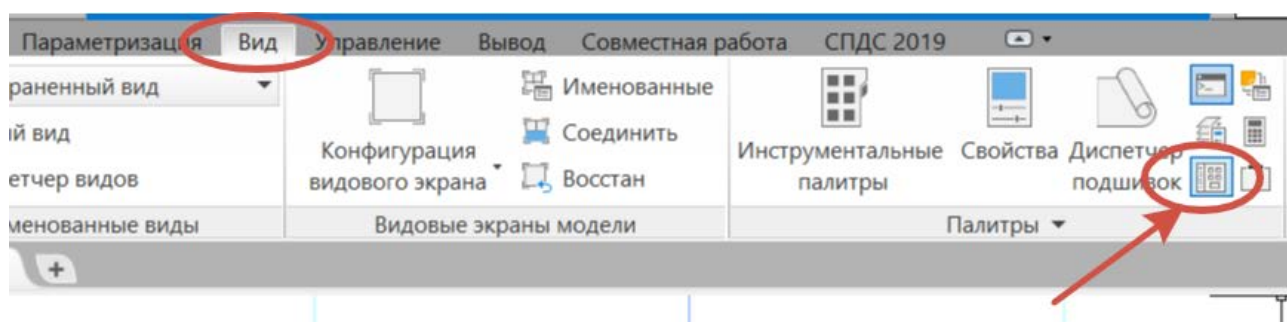

Рис. 134. Вызов Центра управления
2. Вызвать Центр управления. Для этого необходимо вызвать Меню Вид → Палитры → Центр управления (рис. 134). Или горячими клавишами CTRL+2.